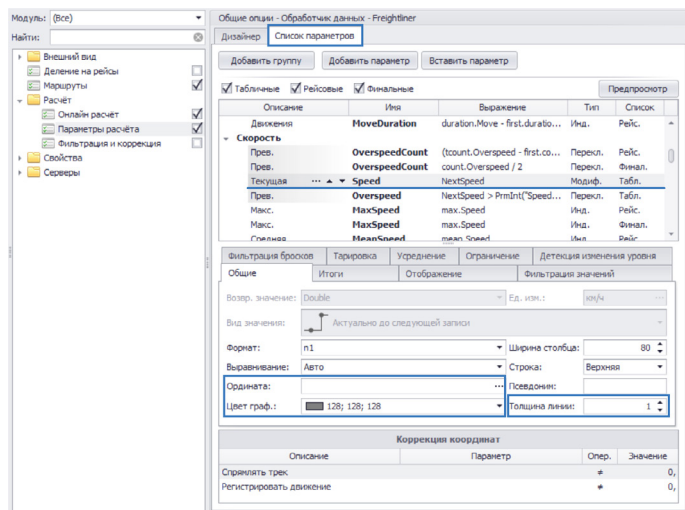

Рис.249. Настройка свойств графика в списке параметров.
- Если параметр был добавлен через расширенный список параметров, то необходимо перейти на вкладку «Список параметров», найти нужный параметр в списке, затем перейти на вкладку «Общие». На этой вкладке задать подпись вертикальной оси в поле «Ордината», выбрать цвет графика и настроить толщину линий (Рис.249).